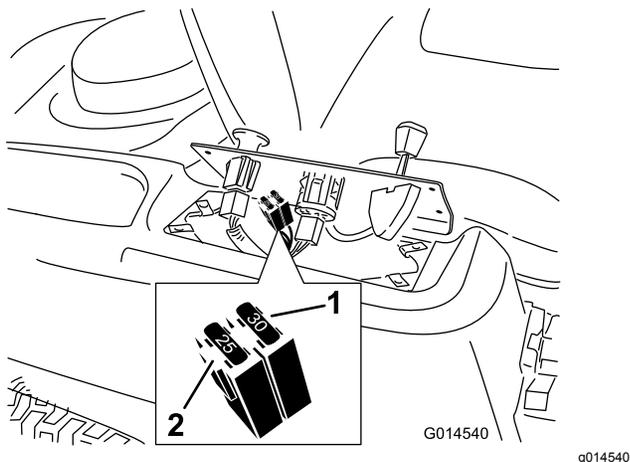

Figura 50
2. Levante el panel de control para tener acceso al arnés de cables principal y al bloque de fusibles (Figura 50).
3. Para cambiar un fusible, tire del mismo para retirarlo (Figura 50).